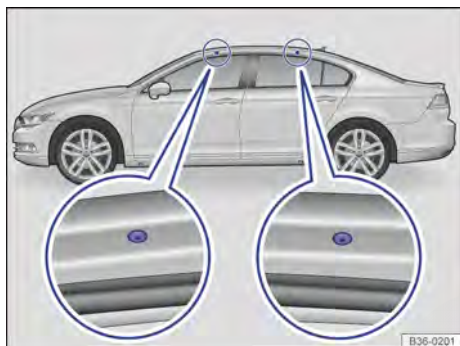

Fig. 259 Abaixo da vedação das portas dianteira e traseira: pontos de fixação para os suportes de base.
Os furos para fixação dos suportes de base se encontram nos lados inferiores das vigas do teto e somente podem ser vistos se a porta estiver aberta → Fig. 259.
- Fixar as barras de suporte somente nas marcações indicadas na figura → Fig. 259.